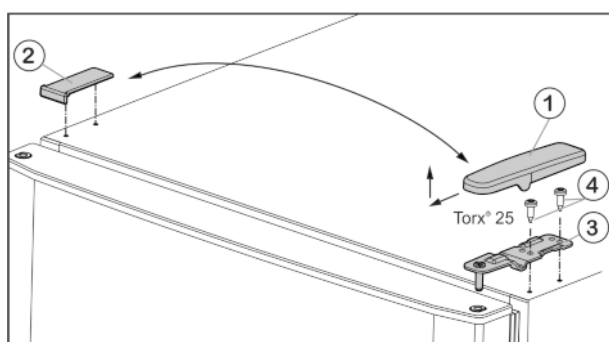
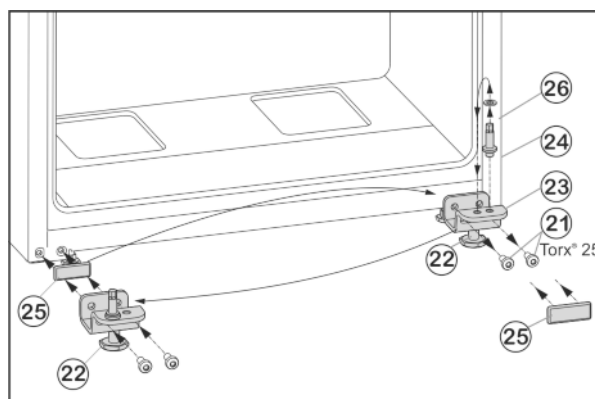

Fig. 5
Fig. 7
- ▶ Skinite pokrov Fig. 5 (1) prema naprijed i gore.
- ▶ Podignite pokrov Fig. 5 (2).
- ▶ Odvijte gornji podložak ležaja Fig. 5 (3) (2 puta Torx® 25) Fig. 5 (4) i izvucite ga prema gore.
- ▶ Odvijte pričvrzne vijke Fig. 7 (21).
- ▶ Skinite cijeli podložak ležaja dolje Fig. 7 (23) zajedno sa svornjakom ležaja Fig. 7 (24), pločicom Fig. 7 (26) i podesivom nožicom Fig. 7 (22).
- ▶ Potpuno odvijte svornjak ležaja Fig. 7 (24) zajedno s pločicom Fig. 7 (26), premjestite ga u suprotnu prihvatnu rupu podloška ležaja i ponovo zavijte.
- ▶ Pažljivo skinite poklopac Fig. 7 (25) i premjestite ga na drugu stranu.
- ▶ Cijeli podložak ležaja dolje Fig. 7 (23) zajedno sa svornjakom ležaja Fig. 7 (24), pločicom Fig. 7 (26) i podesivom nožicom Fig. 7 (22) ponovno pričvrstite na novoj strani šarke, po potrebi uz pomoć odvijača na baterije (s 4 Nm).
- ▶ Stavite donja vrata odozgo na svornjak ležišta Fig. 7 (24).
- ▶ Podložak ležaja u sredini (13) umetnite u donja vrata okrenut za 180° pa ga pričvrsnim vijcima (11) (2 puta Torx® 25) pritegnite čvrsto (s 4 Nm) na novu stranu šarke.
- ▶ Ponovo postavite plastičnu pločicu (10).
- ▶ Stavite gornja vrata na podložak ležaja u sredini (13).
- ▶ Umetnite gornji podložak ležaja Fig. 5 (3) na novu stranu šarke u vrata.
- ▶ Čvrsto pritegnite gornji podložak ležaja (s 4 Nm) (2 x Torx® 25) Fig. 5 (4). Po potrebi upotrijebite odvijač na baterije.
- ▶ Pokrov Fig. 5 (1) postavite izvana na suprotnoj strani tako da se fiksira.
- ▶ Pokrov Fig. 5 (2) postavite odozgo na suprotnoj strani tako da se fiksira.
- ▶ Odvijte podesivu nožicu *Fig. 7 (22)* napodložku ležaja dolje *Fig. 7 (23)* tako da se podupre o pod.